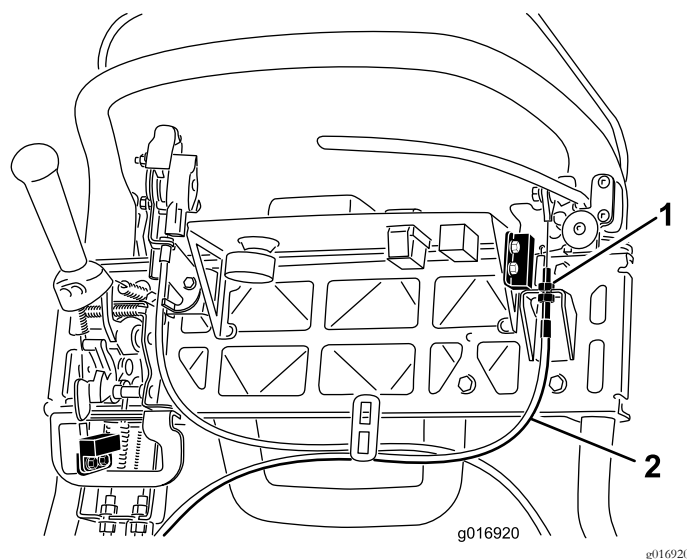

Figure 46
- Pour accroître la tension du câble, desserrez l'écrou de blocage supérieur et serrez l'écrou de blocage inférieur du câble (Figure 46) jusqu'à ce qu'il soit nécessaire d'exercer une force de 156 N sur la poignée du levier de frein pour débloquer le verrou du frein de stationnement.